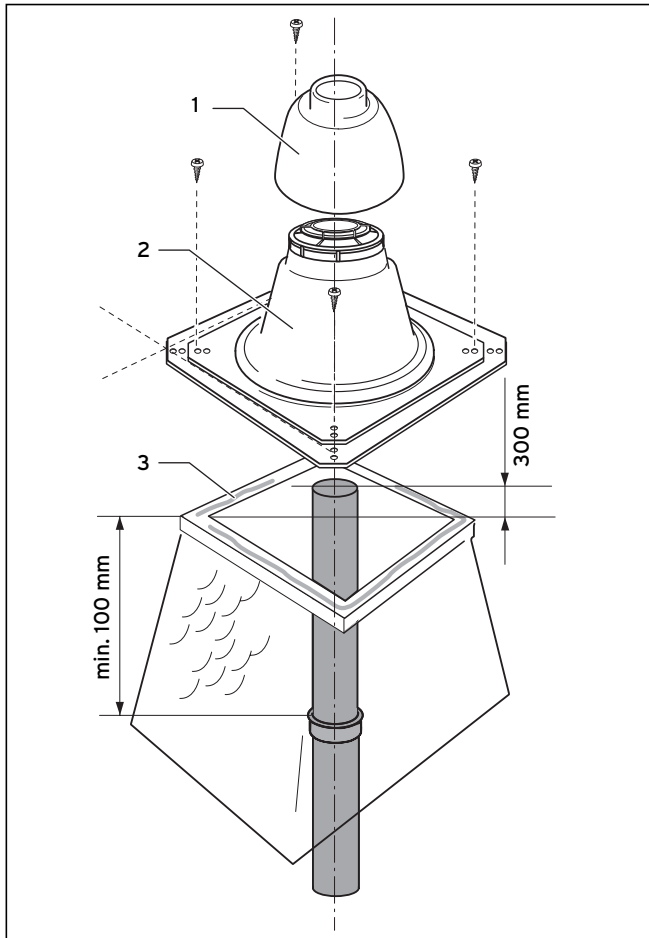

Abb. 6.21 Schachtaufsatz montieren
- Wiederholen Sie das Zusammenstecken der Rohre so oft, bis Sie das unterste Rohr in den Stützbogen stecken können und das oberste Rohr die Montage der Schachtabdeckung nach Abb. 6.21 erlaubt.
**Beachten Sie für die Montage der Schachtabdeckung aus Kunststoff (PP) die Abb. 6.21.**